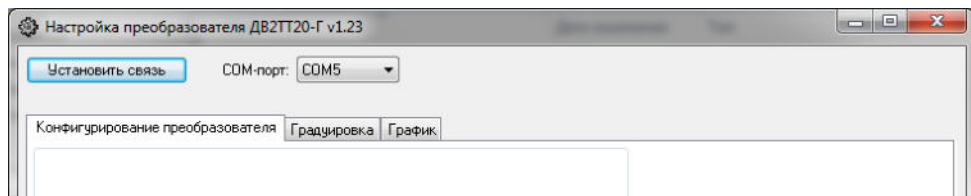

Рис.8. Окно программы конфигурирования при запуске.
6.4.3. После запуска файла **snsetup.exe** из папки **ДВ2ТТ20-DIN.2011**, вы увидите главное окно программы (рис.8).